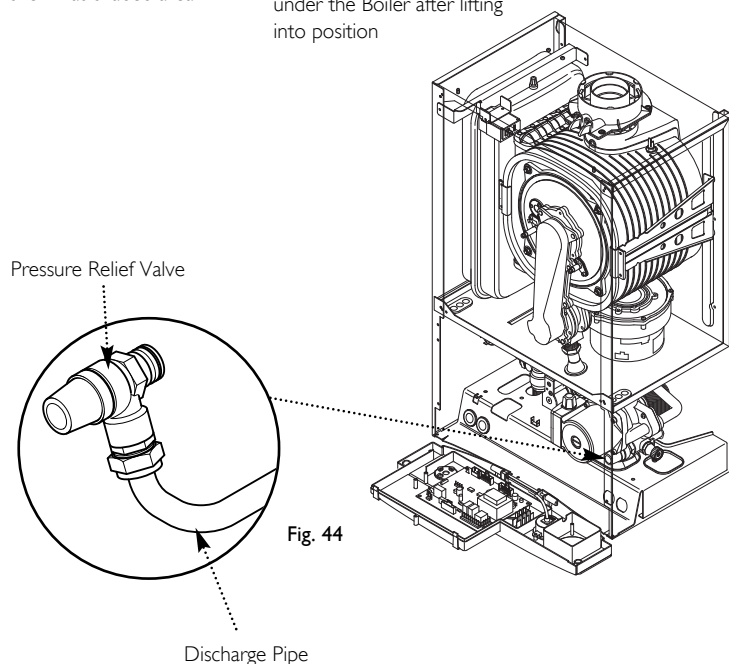

Fig. 44
10.5 Fitting the Pressure Relief Discharge Pipe (Fig. 44)